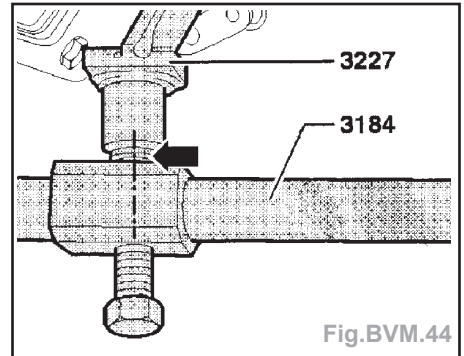

Fig.BVM.44
- pour mettre en place la vis qui sert à fixer le palier de fixation gauche sur le châssis, il faut que les ergots du support de moteur et l'axe du dispositif de maintien (flèche) se trouvent autant que possible alignés (Fig.BVM.44),